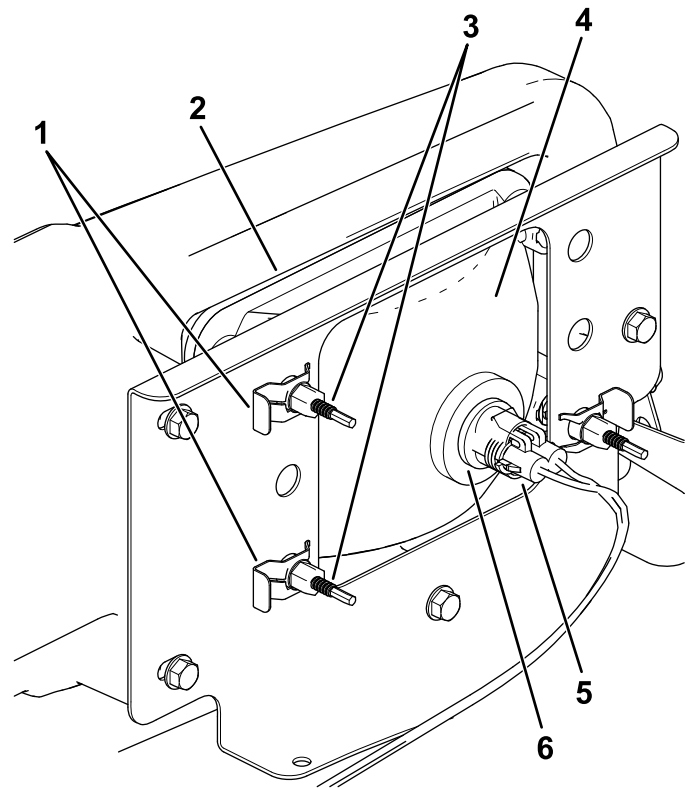

Figura 51
3. Desconecte el conector eléctrico del arnés de cables del conector del conjunto de la lámpara (Figura 51).
4. Retire los conectores rápidos que sujetan el faro al soporte del faro (Figura 51).
5. Retire el faro desplazándolo hacia adelante y pasándolo por el hueco del parachoques delantero (Figura 51).
6. Introduzca el faro nuevo a través del hueco del parachoques (Figura 51).
- Conecte el conector eléctrico del arnés de cables al conector del conjunto de la lámpara (Figura 51).
- En la parte trasera del faro, gire los tornillos de ajuste (Figura 51) para pivotar el conjunto y ajustar de la posición del haz de luz.